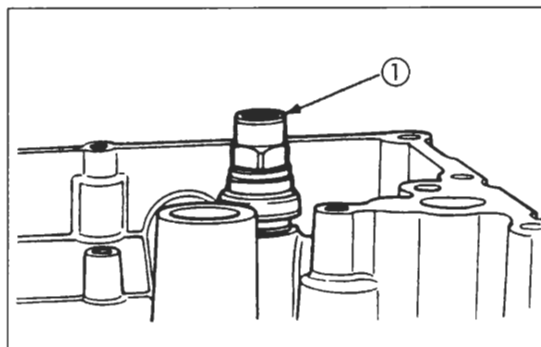

Bild 236
- Öldruckregler ① Bild 236 abnehmen.
- Öldruckregler mit Scheibe an Ölwanne anbringen, siehe Bild 236. Anzugsmoment: 28 Nm.
- Öldruckregler mit Unterlegscheibe an Ölwanne anbringen (Bild 236; 25 – 30 Nm).